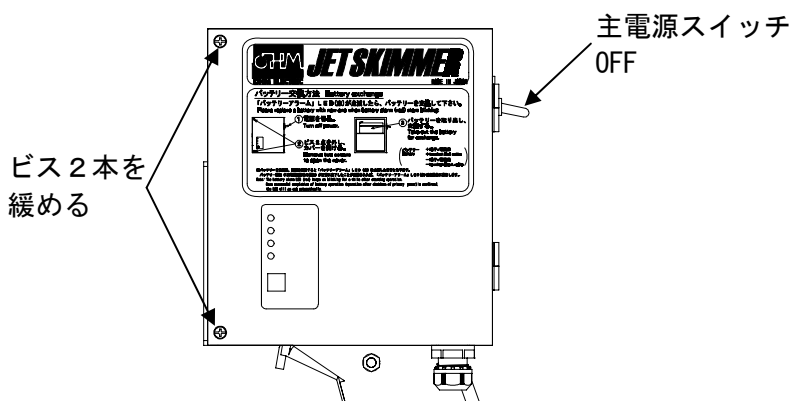

図9
- ①主電源スイッチをOFFにします。
- ②図9に示す制御ボックスカバーのビスを2本緩めます。
- ③制御ボックスカバーを開けます。制御ボックスカバーを開ける時に内部の配線を引っ張らないように注意して下さい。
- ④バッテリーを取り出し、バッテリーの+、-端子に接続されている配線を外します。
- ⑤新しいバッテリーの+端子に赤い電線を、-端子に黒い電線を配線します。